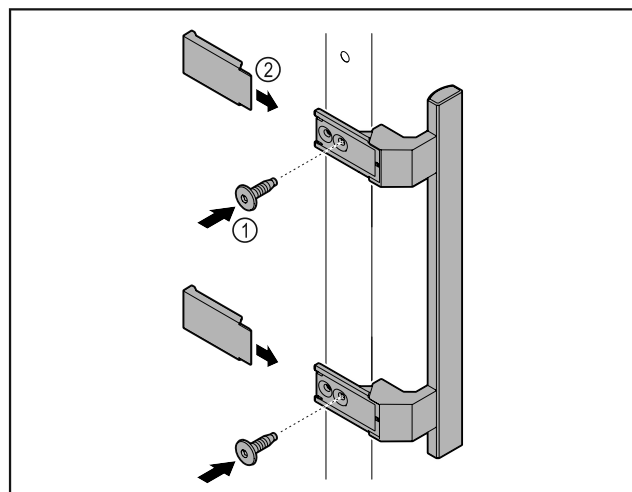

Fig. 2
- ▶ Paigaldage kaaspakist pärit käepide kaasasolevate kruvidega Fig. 2 (1) ukse külge.
- ▶ Pange kate Fig. 2 (2) peale.